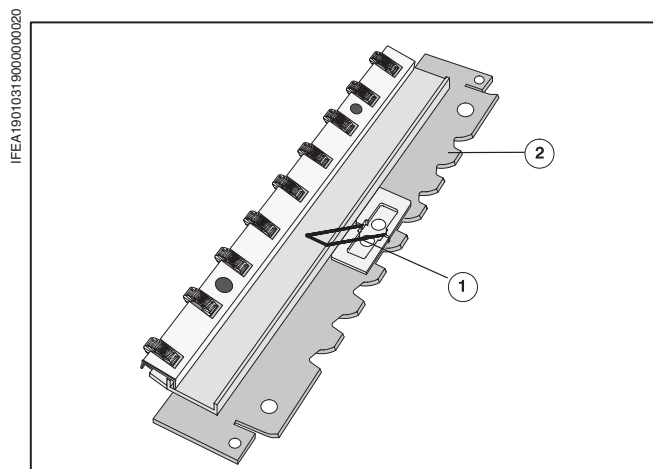

Рис. 31 Направляющая пластинка с щеточными роликами
- 1 Установить зажим (Рис. 31/①) для крепления датчиков контроля листа на направляющей пластинке с щеточными роликами (Рис. 31/②).